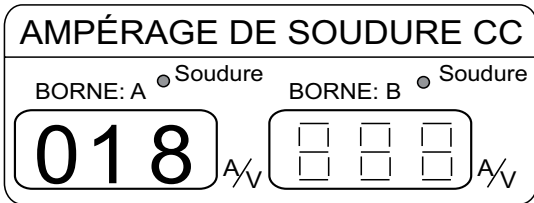

**Figure 41. Compteur de soudage CC (18 VCC)**
- La tension sélectionnée s'affichera sur le compteur de soudage CC (Figure 41).